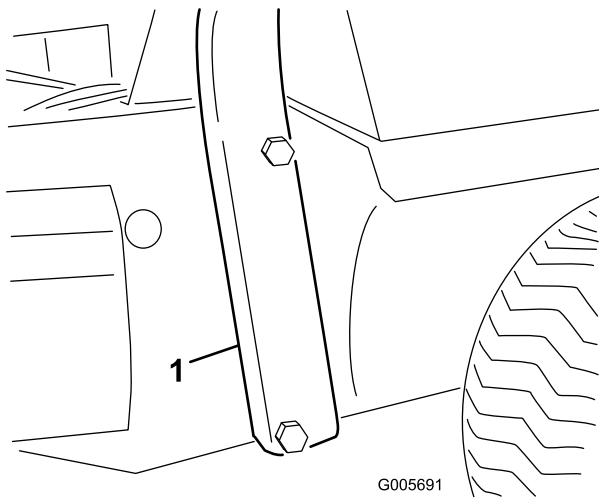

Bild 15
1. Senken Sie den Überrollbügel auf den Rahmen ab und fluchten Sie die Befestigungslöcher aus, siehe Bild 15.
2. Befestigen Sie den Überrollbügel mit vier Schrauben (3/4 x 5-1/2 Zoll), Sicherungsscheiben und Muttern am Rahmen (Bild 15). Ziehen Sie sie fest.